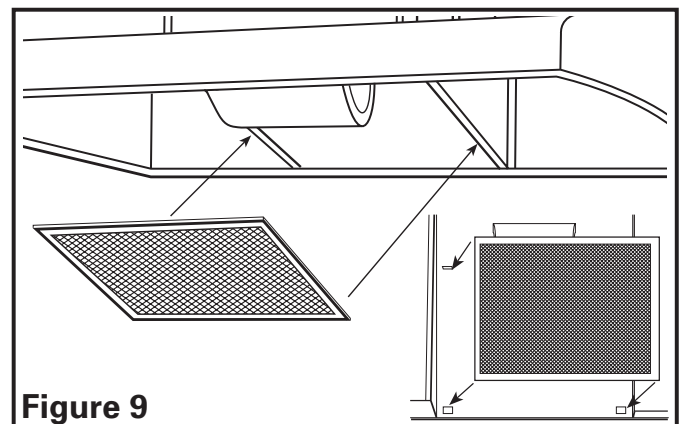

Figure 9
1. Installer les filtres appropriés en place en glissant l'arrière dans l'onglet et en pressant l'avant du filtre en place (**Figure 9**).